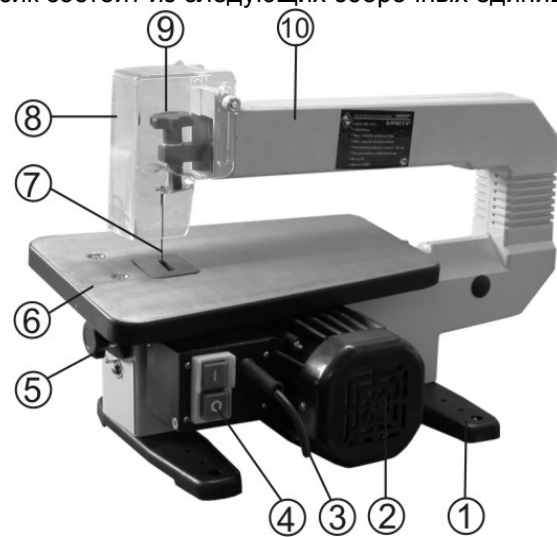

Рис.1
7.1. Лобзик состоит из следующих сборочных единиц и деталей (Рис.1):
8.2. Закрепите при помощи болта с гайкой ограждение пильного полотна (8) на раме (10), Рис.1.
ВНИМАНИЕ! Никогда не поднимайте лобзик за раму (10), Рис.1; в противном случае поломка неизбежна.